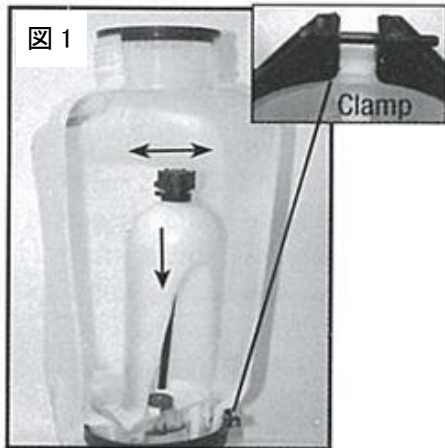

図 1
4. 圧力室とタンクを付ける大きなクランプを外します。(図1)
5. タンクから圧力室を左右に振り外します。(図1)